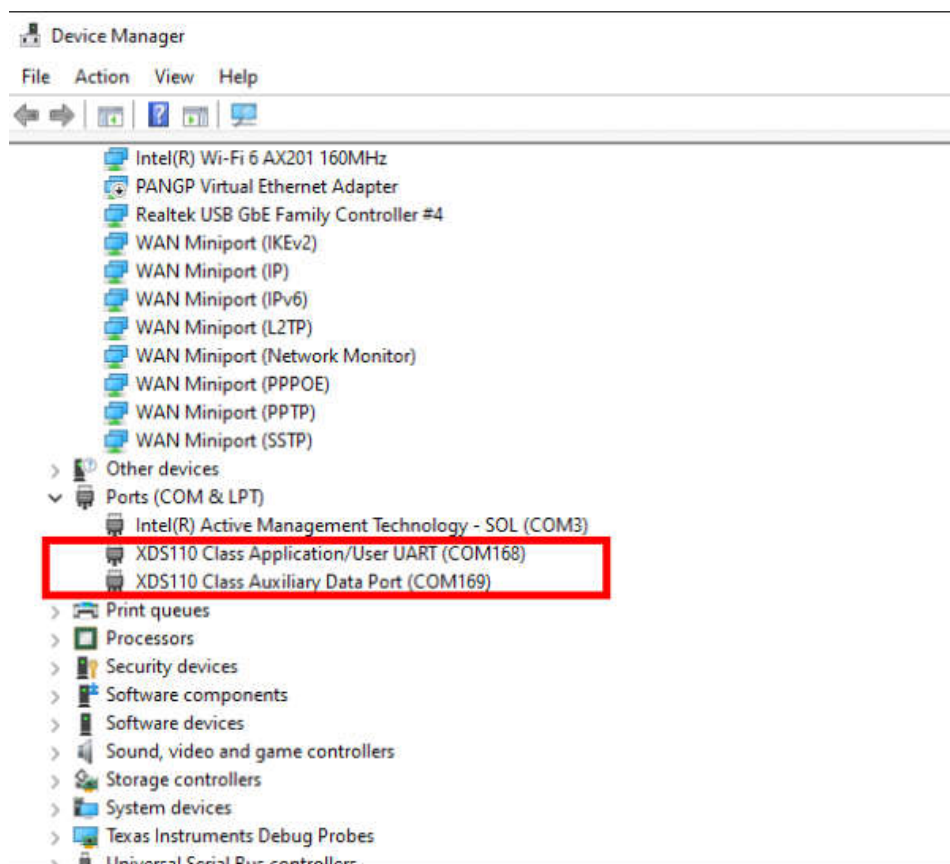

图 4-1. AM26x UART 端口检测
- Port : COM### (类应用程序, 用户 UART , 来自图 4-1)